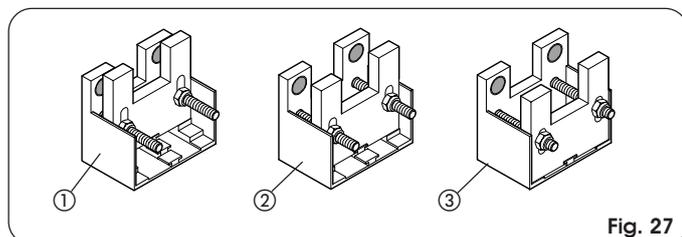

Fig. 27
- 1) Cremagliera zincata 30 x 6 modulo 4 (Fig. 27 - Rif. ①)
- 2) Cremagliera zincata 30 x 12 modulo 4 (Fig. 27 - Rif. ②)
- 3) Cremagliera in nylon rinforzato 30 x 20 modulo 4 (Fig. 27 - Rif. ③)